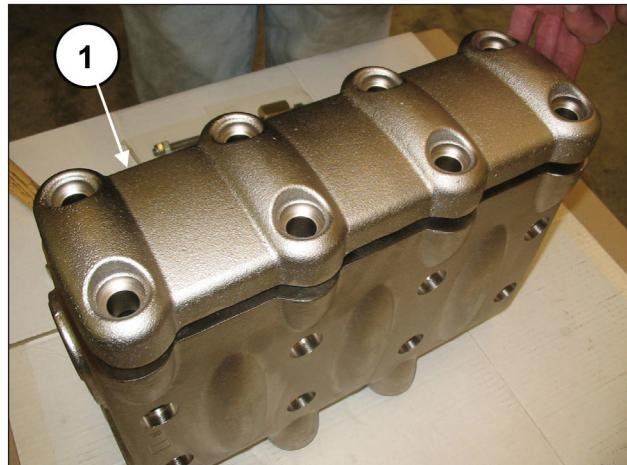

Fig. 89
rimuovere il coperchio (pos. ①, Fig. 89).